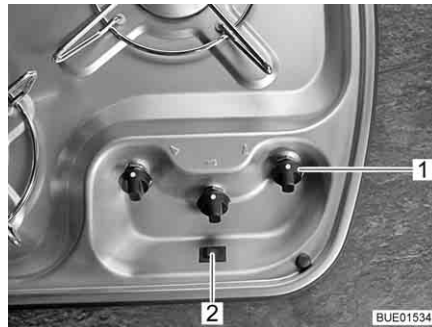
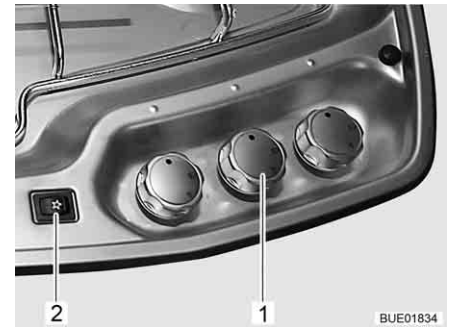

Bild 210 Reglage, knappar för gasspis (Viseo)
Bild 211 Reglage, knappar för gasspis (Elegance)
- Vrid vridregulatorn (Bild 210,1 resp. Bild 211,1) till önskad låga till tändningsläge (stor låga).
- Tryck på tändknappen (Bild 210,2 resp. Bild 211,2). Nu bildas tändgnistor vid brännaren.